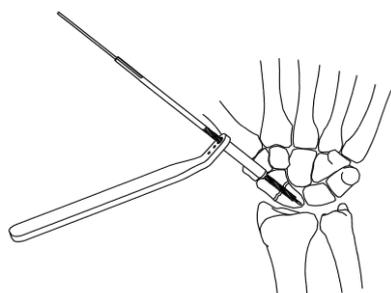

図4
- 4) 骨質が固くスクリュー挿入の困難が予想される場合は、中空ドリルにてスクリュー適位までドリリングします。(図4)